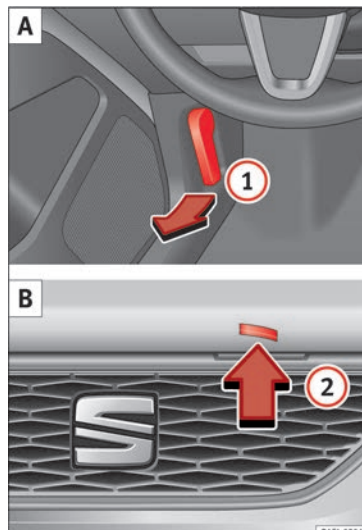

Fig. 8 A: Palanca de desbloqueo en la zona reposapiés, en el lado del conductor. B: Palanca de desbloqueo en el capó del motor.
• Tire de la palanca de desbloqueo ① en la dirección de la flecha » fig. 8 A. Por la reacción resorte del muelle, el capó del motor sale impulsado del elemento de bloqueo de la pieza portacerradura » ⚠ en Preparativos para trabajar en el vano motor de la pág. 201.
• Levante ligeramente el capó del motor y presione al mismo tiempo la palanca de desbloqueo ② B en la dirección de la flecha para abrir por completo el capó del motor.
• Extraiga la varilla de sujeción del capó de su soporte en la dirección de la flecha ③ C y colóquela en la abertura prevista para tal fin ④ D (flecha).